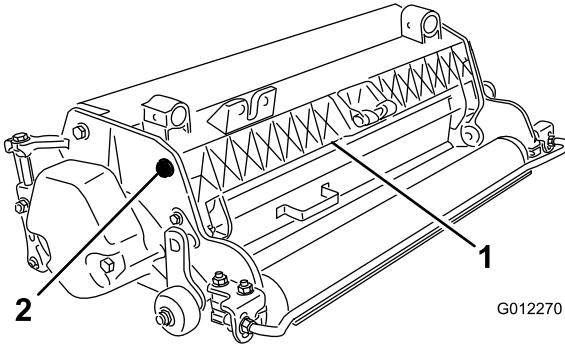

図 5
- グラス・シールドのピボットについているボルトをゆるめる(図 5)。
- グラス・シールドを希望する高さに調節し、ボルトを締める(図 5)。